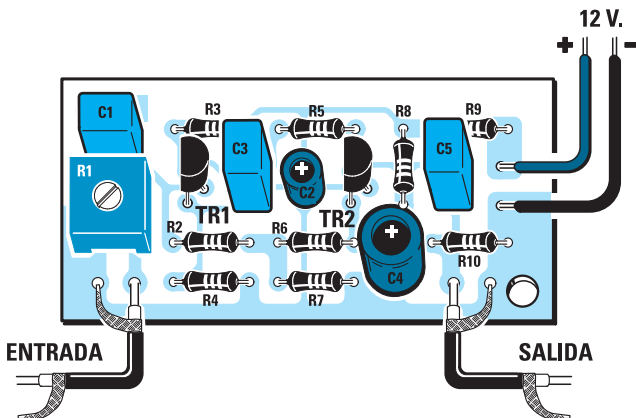

Fig.4 Esquema práctico de montaje del preamplificador LX.1596.
**LX.1596:** Todos los componentes mostrados en la fotografía y en el esquema práctico de la Fig.4, **incluido** el circuito impreso y cable apantallado para conectar las señales de entrada y salida .....6,85 €